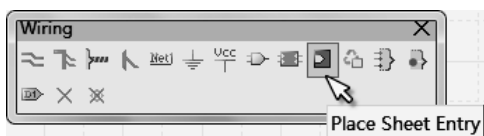
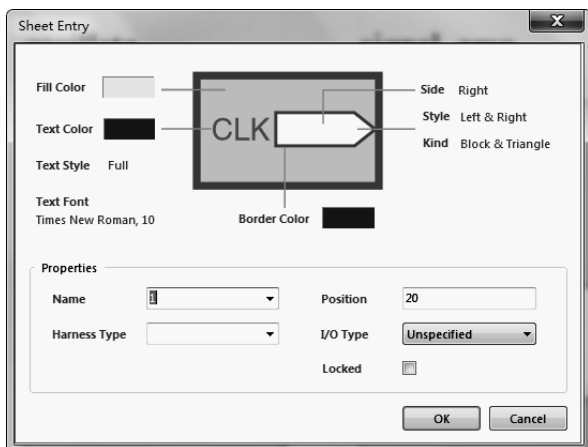
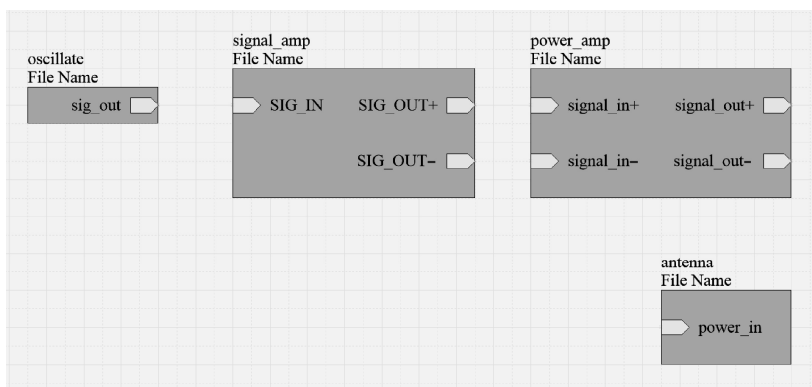

图 5-2-4 放置原理图端口按钮
图 5-2-5 端口属性对话框
图 5-2-6 添加端口后的电路图
- (3) 为模块添加端口。单击图 5-2-4 中的放置原理图端口按钮或执行菜单命令 Place → Add Sheet Entry，为每个模块添加端口。端口的属性对话框如图 5-2-5 所示。在属性对话框中，只需对端口的“Style”和“Name”属性进行设置即可。端口的“Style”属性表明了端口的输入和输出性质；端口的“Name”属性表明了端口的名称。添加端口后，适当调整模块大小和摆放的位置，其电路如图 5-2-6 所示。